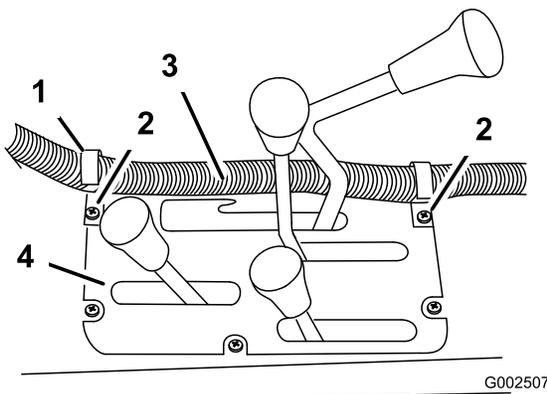

Figure 26
6. Placez deux attaches en J dans la console centrale aux points indiqués sur à la Figure 26 à l'aide des vis existantes.